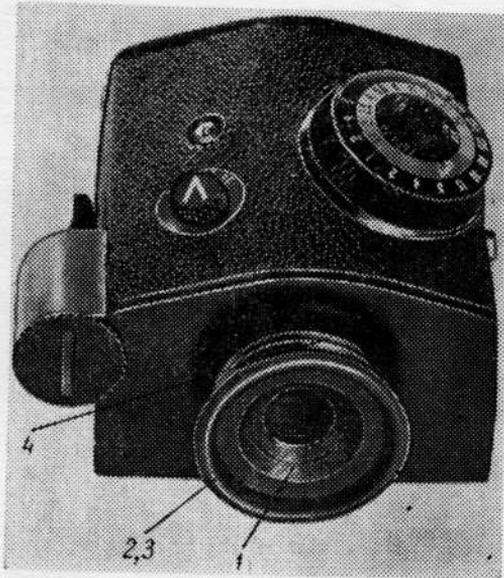
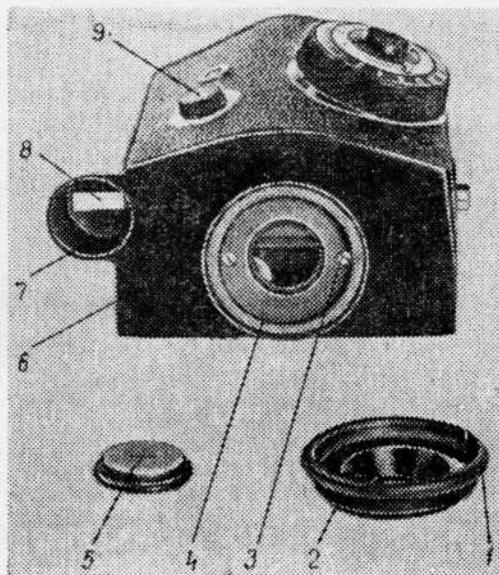
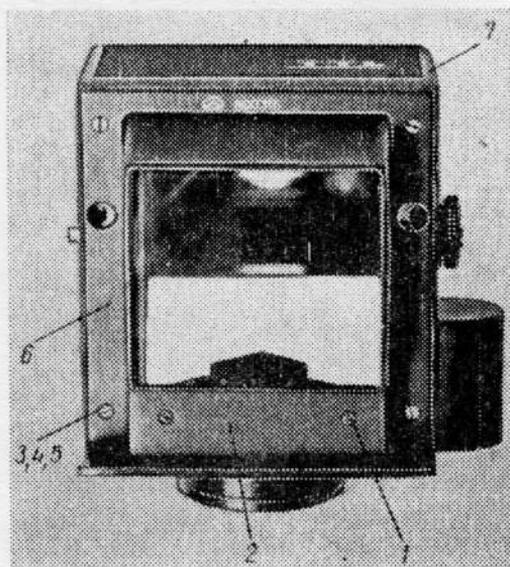
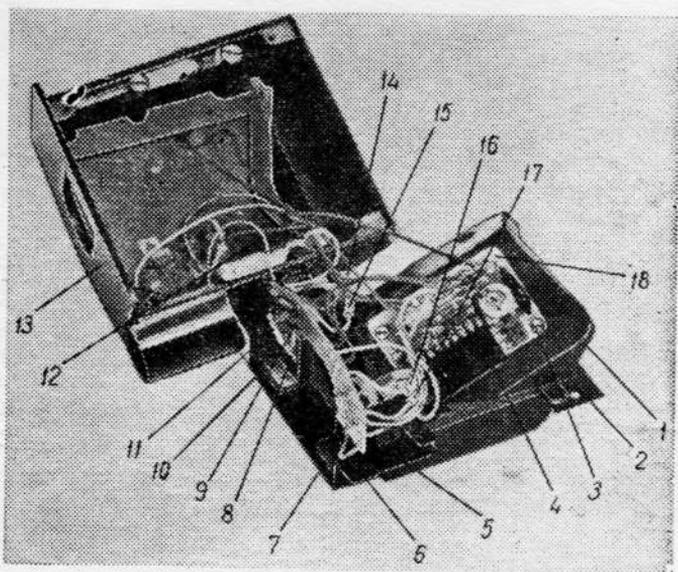

Рис. 2. Общий вид визира призмного TTL
Рис. 3. Визир (вид первый):
Рис. 4. Визир (вид второй):
Рис. 5. Видискатель с корпусом (вид первый):
Снятые фоторезисторы 5 (рис. 6) заменить годными. Пара фоторезисторов должна быть подобрана по номинальным значениям γ с допуском $\pm 0,03$, но не более 0,8 и R_0 не более 6 кОм, при $E=10$ лк (паспортные данные). Установить поочередно два фоторезистора 5 в отверстия кронштейна блока светодиодов 7 и закрепить винтами 6. Надеть на выводные концы фоторезисторов 5 трубки 6, 7, 8, 11 (рис. 5). Подогнуть выводные концы по соответствующим гнездам плато 9, откусить излишки проводников и механически закрепить. Подпаять выводные концы фоторезисторов припоем ПР2 ПОССУ-61-05 с флюсом ФКТ. Промыть спиртом места паяк и покрыть лаком УР-231 или ЛБС-1.
Установить кронштейн 10 (рис. 5) блока светодиодов на основание 5 видоискателя 2 и закрепить двумя винтами 1 (рис. 4). Затем установить плато 18 (рис. 5) на крышку 1 и закрепить тремя винтами 3.
Надеть корпус 13 (рис. 5) на видоискатель 2, уложив провода так, чтобы исключить их попадание в места перемещения деталей и стыковки узлов. Вложить рамку 6 (рис. 4) в корпус 7 на основание 2 видоискателя, подложив под рамку снятые шайбы 4, 5, необходимые для выдерживания стыковочного размера 2,85 мм с камерой. Прикрепить видоискатель к корпусу четырьмя винтами 3, завинтив их через рамку 6, шайбы 4, 5 в корпус 7. Проверить стыковочный размер 2,85 мм по калибру 8159-4054. При необходимости отрегулировать шайбами 4, 5. Установить окуляр 4 (рис. 3) в корпус 6 и закрепить двумя винтами 3. Завинтить бленду 1 (рис. 2) в окуляр 4 ключом 7812-5501, предварительно надев наглазники 2, 3.
8.1. Установить источник питания, секцию ЗРЦ-53, в корпус 7 (рис. 3) визира так, чтобы знак «+» находился со стороны пробки 5, и закрепить пробкой, завинтив ее ключом 7812-4788. Секция должна свободно устанавливаться в корпус и надежно контактироваться при полном завинчивании пробки.